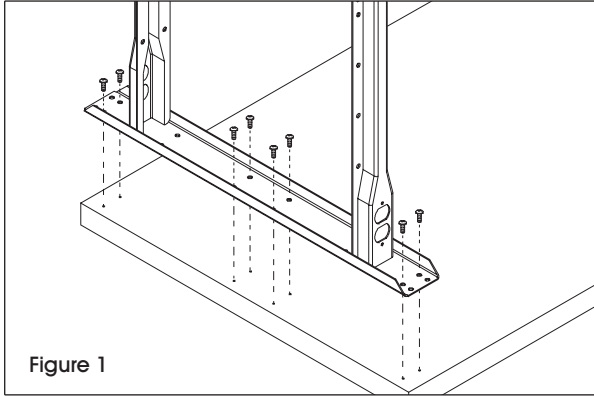

Figure 1
1. Using 16 wood screws, attach legs to the underside of the top (5) through pre-drilled holes. (See Figure 1)
1. À l'aide de 16 vis à bois, fixez les pieds au côté inférieur de la surface de table (5), par les trous prépercés. (Voir Figure 1)